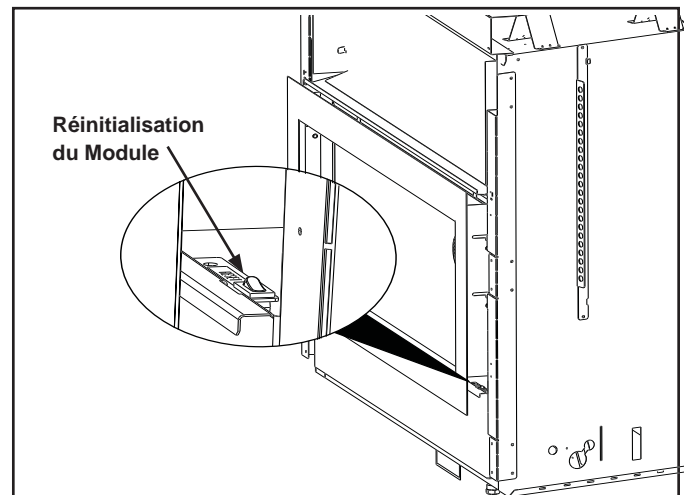

Figure 2.4 Localisez le Commutateur de réinitialisation du module - Tonic Türfront
- Localisez le Commutateur de réinitialisation du module. (Voire figure 2.4 or 2.5)
- Attendez cinq (5) minutes pour permettre au gaz éventuellement présent de se dissiper.
- Commutez le commutateur-réinitialisation du module sur la position En (ON).